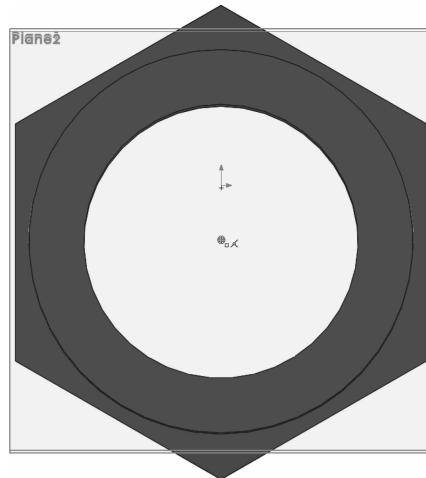

图 15-3 草图点
**步骤3 草图点** 右击Plane1单击【草图】。更改为后视图，单击【草图】/**点**，按图15-3所示单击密封套的中心点。单击【退出草图】.